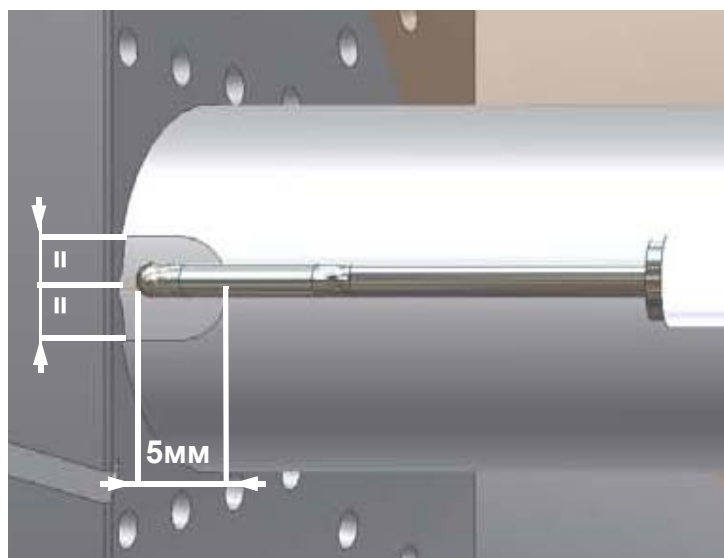

Рис. 32
- Проверьте запальный электроды, очистите, отрегулируйте и, при необходимости, замените (см. Рис. 32).
- 2) отсоединить кабель (CE) электрода (E);
- 4) ослабить винт (B) опоры сопла, который крепит запальный электрод (E) на запальнике горелки (P);
- 5) вынуть электрод и заменить его, выдерживая размеры, указанные на Рис. 32.